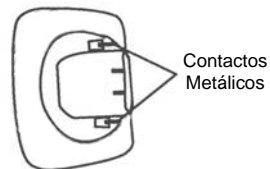
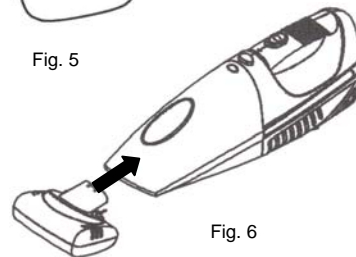

Fig. 5
Fig. 6
3. Inserte firmemente el cepillo eléctrico dentro de la boquilla de succión del recipiente para la tierra asegurándose de que los contactos toquen las ranuras de conexión de la unidad. (Fig. 5 y Fig. 6). Este cepillo eléctrico es para aspirar alfombras bajas o tapetes.